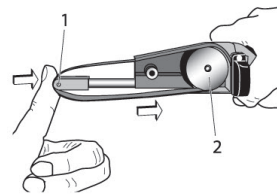

Fig. 4
1. Pressionar em direcção axial sobre o rolo esticador **1** (Fig. 4) e retirar a fita de lixa do rolo impulsador (2).
2. Em primeiro lugar, colocar a nova fita de lixa à volta do rolo esticador (1). Depois, pressionar o rolo esticador para trás e colocar a fita sobre o rolo impulsador (2).